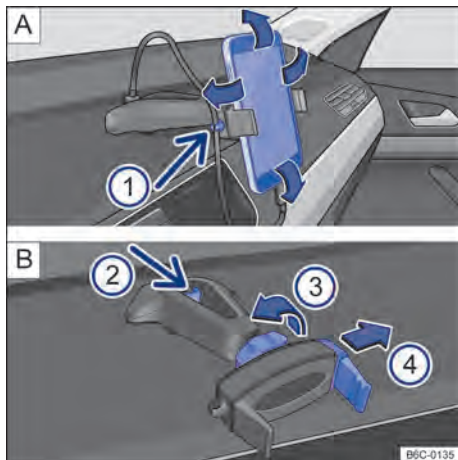

Fig. 223 En la consola central: soporte para teléfono celular y ajustes.
- Sujetar el soporte con una mano y presionar la tecla de desbloqueo → fig. 223 B (2) (flecha).
- Con la varilla → fig. 223 B (4) mover en la dirección de la flecha, e instalar el teléfono celular en el alojamiento.
- Con la otra mano mover la varilla → fig. 223 B (4) hasta que se pueda retirar el aparato del alojamiento.
- Colocar el cable USB en la entrada cargador USB del soporte existente en el tablero de instrumentos → [fig. 223 \[A\]](#).
- Sujetar el cable en el soporte → [fig. 223 \[A\] ①](#).
- Para liberar el movimiento del soporte, girar la traba → [fig. 223 \[B\] ③](#) en la dirección opuesta de la flecha.
- Para fijar la posición, girar la traba en el sentido de la flecha ③ → [fig. 223 \[B\]](#) hasta la fijación completa del soporte.
El soporte para teléfono celular tiene una garantía de 3 años, con excepción de la varilla deslizante (garra) → fig. 223  ④ que tiene garantía de **1 año**.